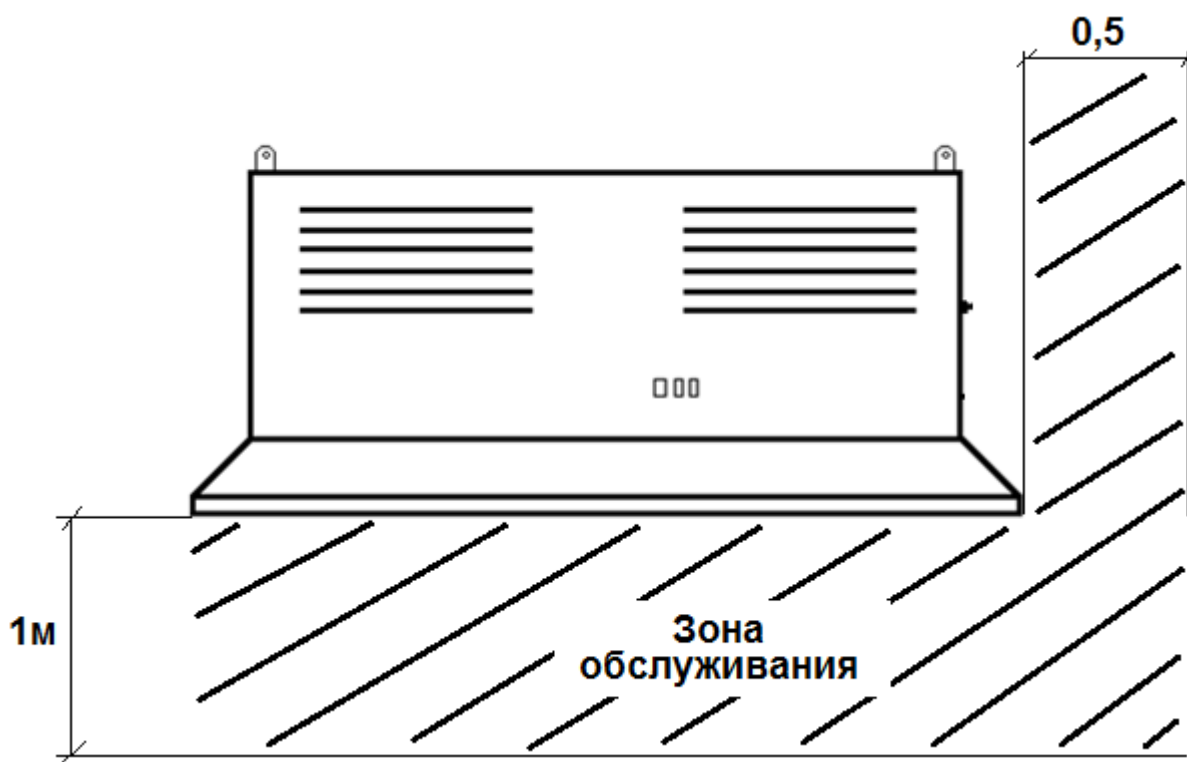

Рис. 4. Зоны обслуживания Очистителя «Ятаган «Recycle».
- б. При выборе места размещения установки необходимо предусмотреть зону для обслуживания оборудования (Рис. 4):